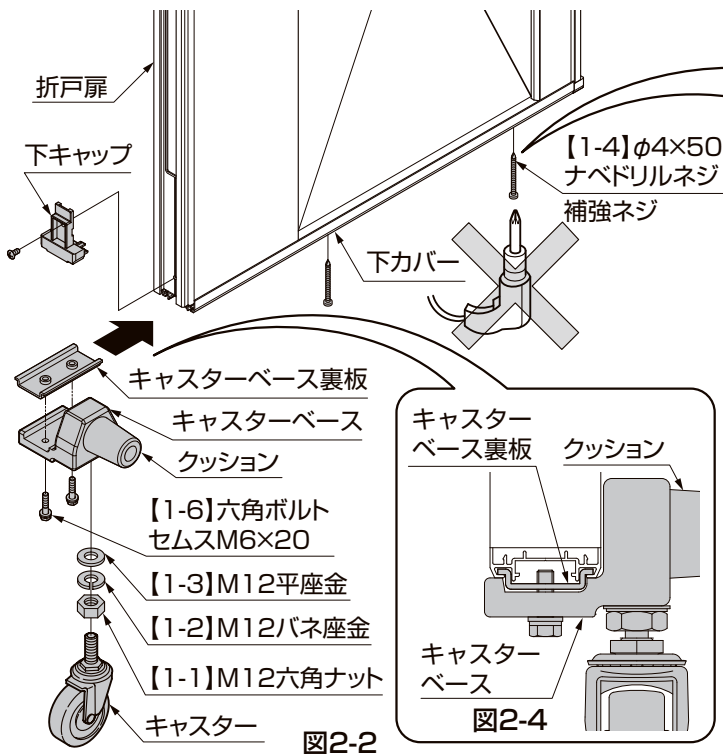

図2-2
- 【1-4】は電動ドライバーを使用しないでください。(図2-2参照)
- ②キャスターを取付ける折戸扉の下キャップを外してキャスターベース裏板を差し込んでください。(図2-2参照)
- ③キャスターベースにキャスターを[1-1]、[1-2]、[1-3]を使って取付けてください。(図2-2参照)